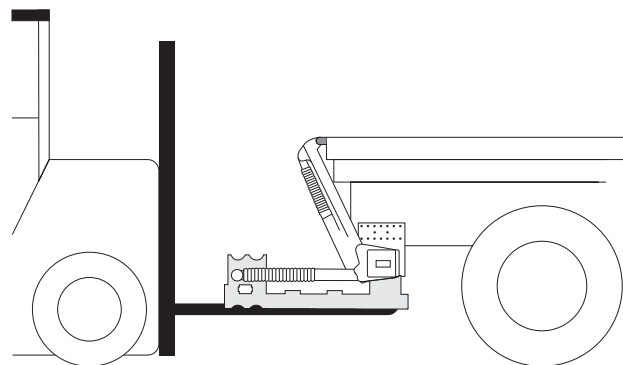

Abb.26. Verpackung der Ladebordwand und Gabelstapler verwenden
6. Der Hubträger sollte innerhalb des angegebenen C-Maßes so hoch wie möglich platziert werden. Justieren Sie die Aufhängung bis zur Ideallhöhe unter dem Rahmen. Verpackung der Ladebordwand und Gabelstapler verwenden, siehe Abb.26. Die Aufhängung muss parallel zum Boden des Aufbaus positioniert werden und darf nicht am Rahmen des Fahrzeugs anliegen. Es muss ein Zwischenraum von einigen Millimetern vorhanden sein. Justieren Sie bei Bedarf die Winkel der Arme, indem Sie den Lift vorsichtig betätigen.